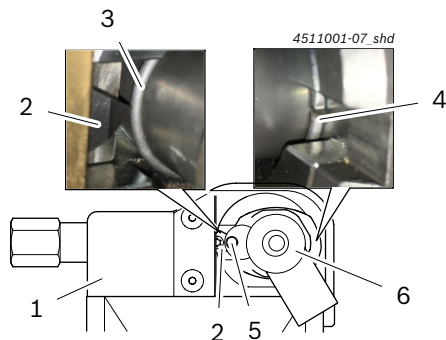

Fig. 8: Pareiza sprostgredzena pozīcija
4. Sprostgredzena atvērums (Fig. 8, poz. 4) pagrieziet pretī tai pusei, kur ir visbiezākā sienīga.
- ⇒ Sprostgredzens (Fig. 8, poz. 3) ir novietots precīzi grozāmās griešanas plates (Fig. 8, poz. 2) augstumā.